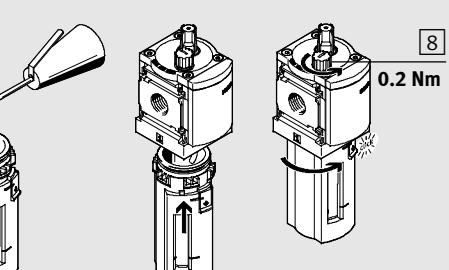

Bild 4
- Lossa behållaren från dimsmörjaren (→ Bild 4).